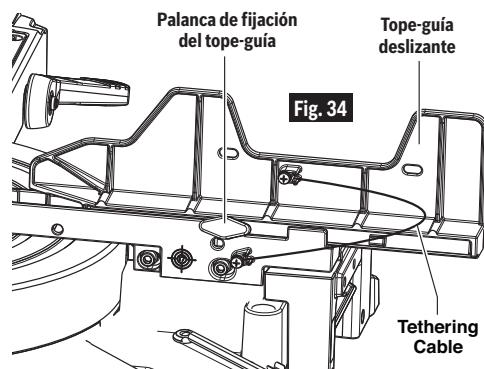

Fig. 34
1. Jale la palanca de fijación del tope-guía hacia la parte de lanterna de la herramienta para aflojar el tope-guía, vea la fig. 34.
1. Afloje la perilla de bloqueo de la guía deslizante en sentido antihorario 4 rotaciones, vea la fig. 34.